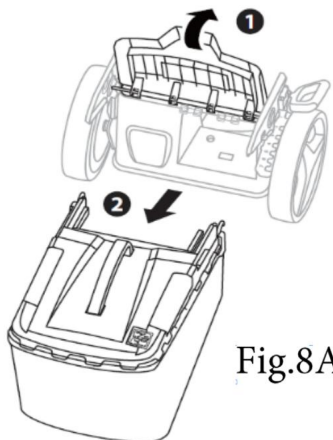

Fig.8A
- 1) Soulevez le couvercle arrière et retirez le bac de ramassage d'herbe. (Fig. 8A)